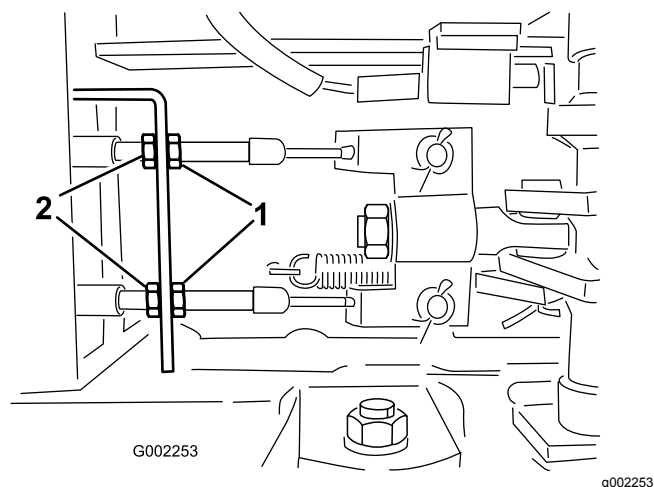

Рисунок 57
5. Ослабьте передние гайки на тормозных тросах под передним концом опрыскивателя (Рисунок 57).
6. Равномерно затягивайте задние гайки до тех пор, пока педаль тормоза не будет перемещаться в пределах от 1 до 2 см до ощущения сопротивления (Рисунок 57).